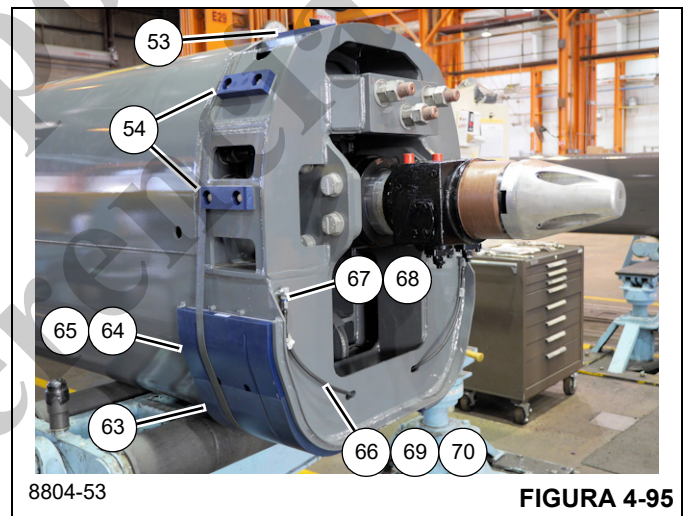

FIGURA 4-95
- 108. Monte la almohadilla de desgaste (2x-53) y la almohadilla de desgaste (4x-54) a la parte trasera de la sección telescópica 1 (2) con pernos (56) (vea la Figura 4-95).
- 109. Instale el conjunto de graseras (67) a la parte trasera de la sección telescópica 1 (2) usando la tuerca (68). Oriente la grasera de modo que quede perpendicular a la sección telescópica 1 (2) (vea la Figura 4-95).
- 110. Conecte la manguera de engrase (70) al conjunto de grasera (67) en la parte trasera de la sección telescópica 1 (2). Pase la manguera por el agujero de acceso en la sección telescópica 1. Conecte la manguera de engrase (70) a la almohadilla de desgaste (63) usando el codo (69) y el adaptador (66) (lados izquierdo y derecho) (Figura 4-95).
- 111. Fije todas las almohadillas de desgaste (63, 64) y los suplementos (65) a la sección telescópica 1 (2) con una tira. Coloque la tira alrededor del borde de las almohadillas de desgaste más distante del extremo trasero de la sección telescópica 1 (2) (vea la Figura 4-95).
- 112. Coloque la sección de base (1) en posición invertida y en la parte trasera de la sección telescópica 1 (2). Coloque la sección de base (1) en soportes adecuados.